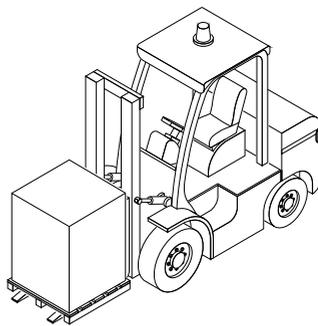

Fig. 4.1
- Manutentionner la machine emballée uniquement avec un chariot élévateur ou un transpalette avec fourches (Fig. 4.1).